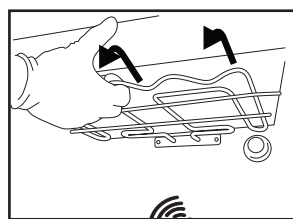
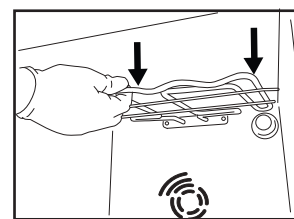

Fig. 1
Fig.2
2. Tirez légèrement l'élément chauffant ( Fig. 1 ) et abaissez-le ( Fig. 2 ).